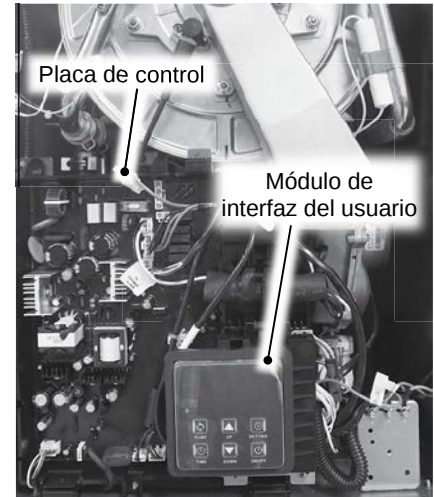

Figura 17 - Módulo de interfaz del usuario.
5 Ubique el módulo de interfaz del usuario en la parte inferior delantera del calentador de agua. Consulte la Figura 17.
- 13** Ubique la placa de control en la parte inferior delantera del calentador de agua. Consulte la Figura 17.